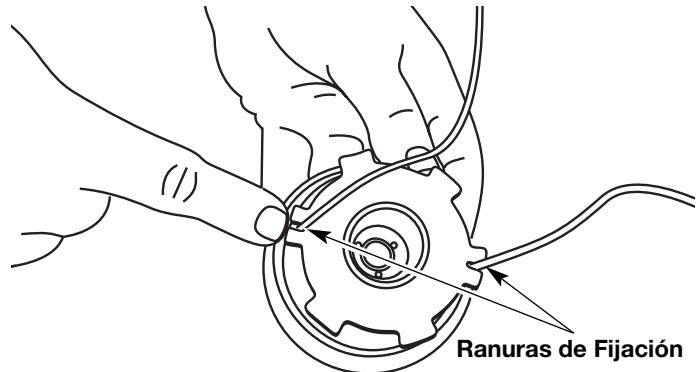

Fig. 18
12. Inserte los extremos de la línea en las dos ranuras de fijación (Fig. 18).